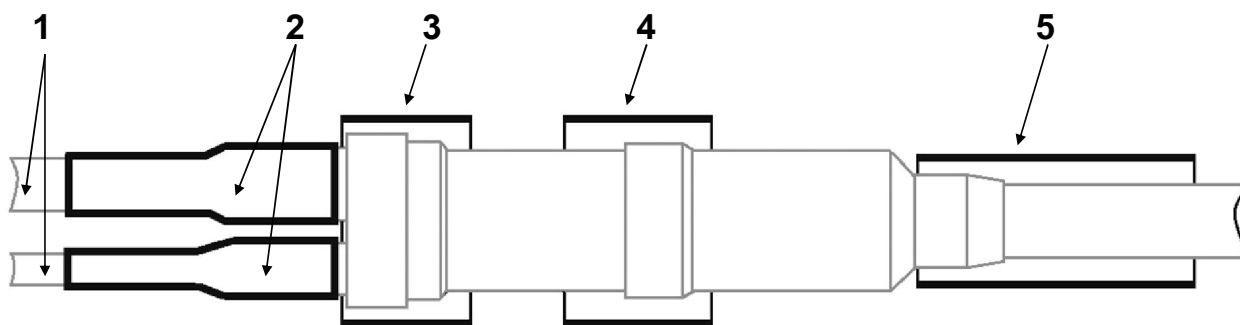

Рис. 3.3. Установка муфты МРП над смонтированным сростком
3.9. Собирают разветвительную муфту МРП над упакованным сростком (рис. 3.3), обеспечивая плотную посадку основного кабеля в конусе полумуфты.